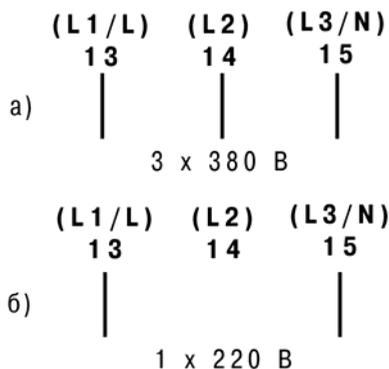

Рисунок 5.2 – Трехфазное (а) и однофазное (б) проводные соединения (для однофазного соединения клемма 14 (L2) – заглушена)
5.2.2.1 При использовании трехфазного соединения следует подключить провод да ко всем трем клеммам. При однофазном соединении провода следует подключить к клеммам 13 (L1/L) и 15 (L3/N) (см. рисунок 5.2).